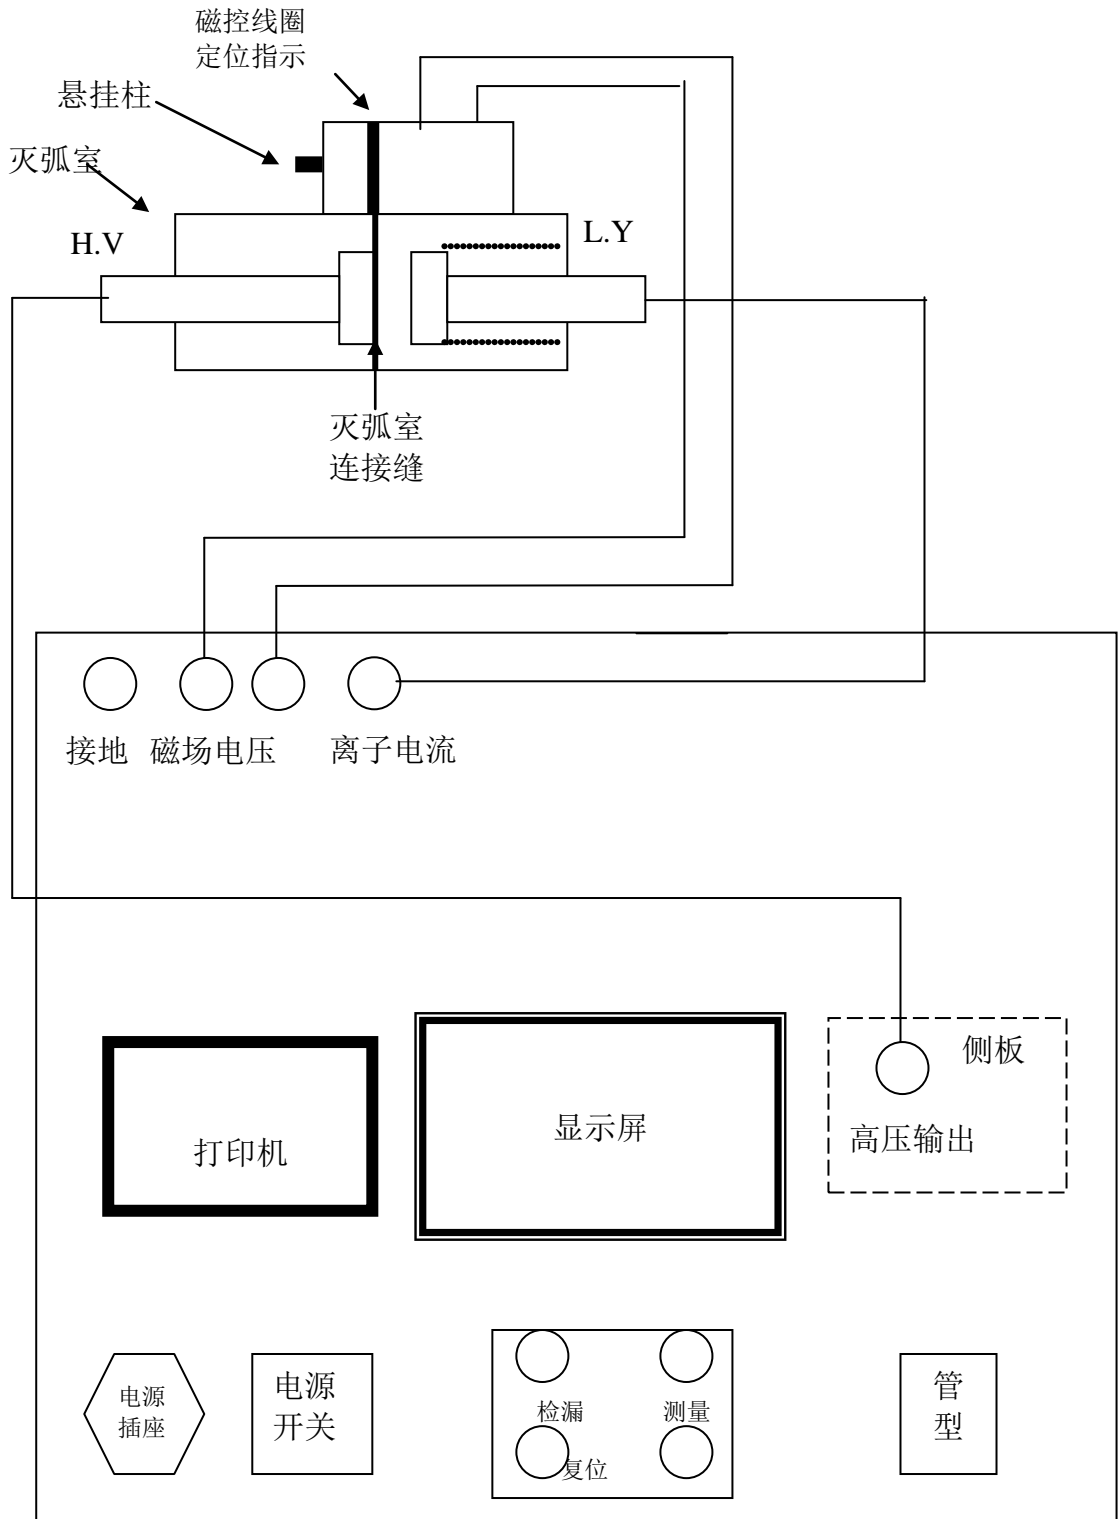

图 2 号 HVZKD 型真空开关真空度测试仪
仪器面板如图 2 所示，检漏键用于对真空管真空度进行初步的判断，测量键用于施加高压及强电磁场对真空管真空度进行定量测试。在仪器背板上左边有一个高压输出端子，可用高压线连到真空管的一个触头上。离子电流输入端连接到真空管的另一个触头上。磁场电压两输出端应接到励磁线圈的两个接线端子上。接地端用于仪器外壳的保护接地。管型输入拔码开关用于输入灭弧室的管型，灭弧室的管型由其管径及励磁线圈的型式决定。
(1) 将真空弧室开距，并清洁其表面，然后按图 2 所示悬挂好励磁线圈，并连接好连线，并通过拨码开关输入灭弧室管型。